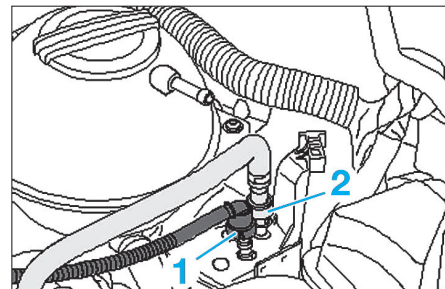

Fig. 35
- Débrancher le conduit d'alimentation (1) en carburant en maintenant une pression sur la touche (2) (Fig.35).